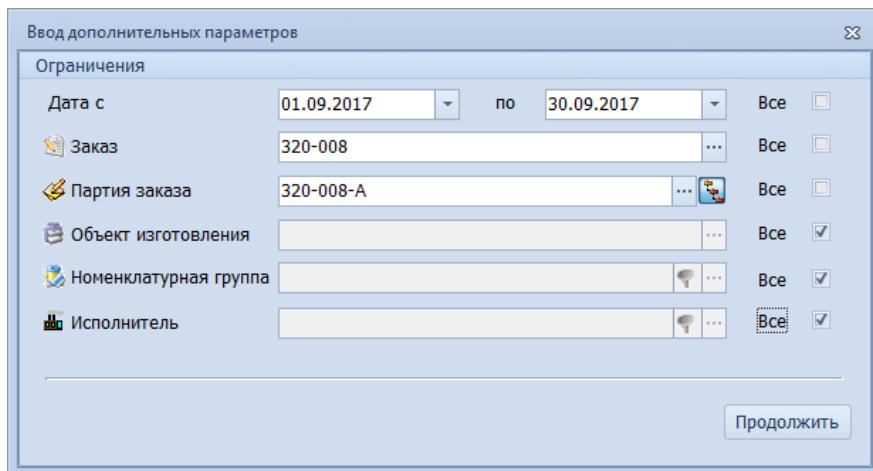

Рисунок 166. Пример ввода параметров
8. В окне ввода дополнительных параметров ввести нужные параметры для формирования отчёта (рис. 166) и нажать кнопку **Продолжить**.